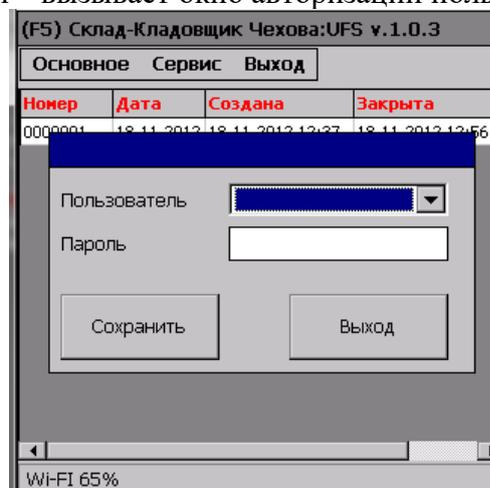

Рис.8.2. Окно авторизации
- ✓ Сменить пользователя – вызывает окно авторизации пользователя (или F3) (Рис. 8.2.)